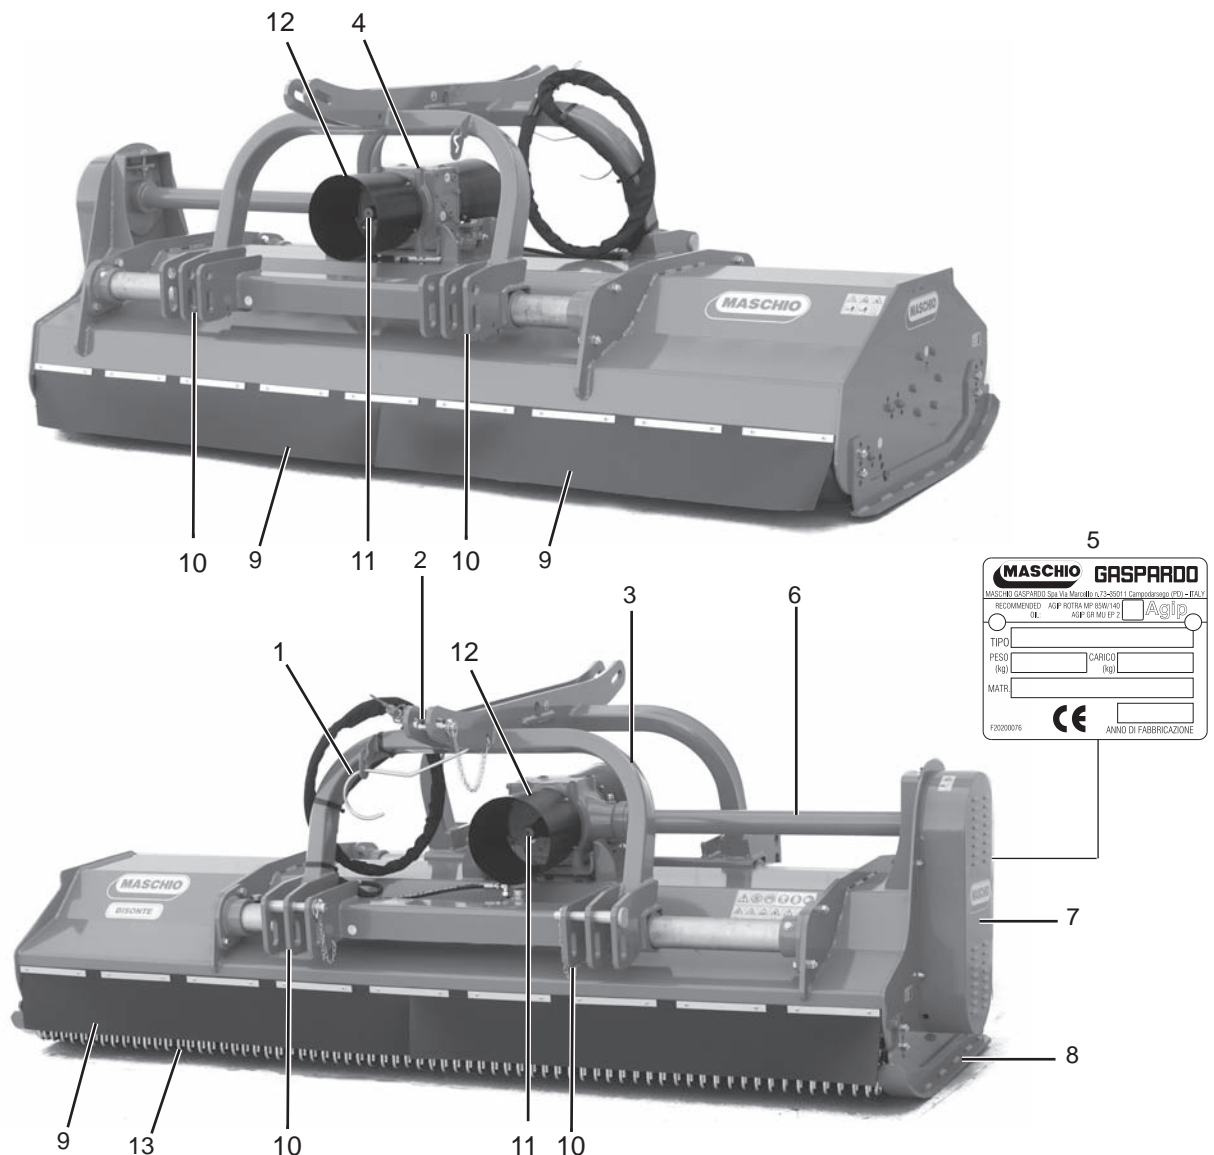

fig.6
3.2 DISEGNO COMPLESSIVO (fig.6)